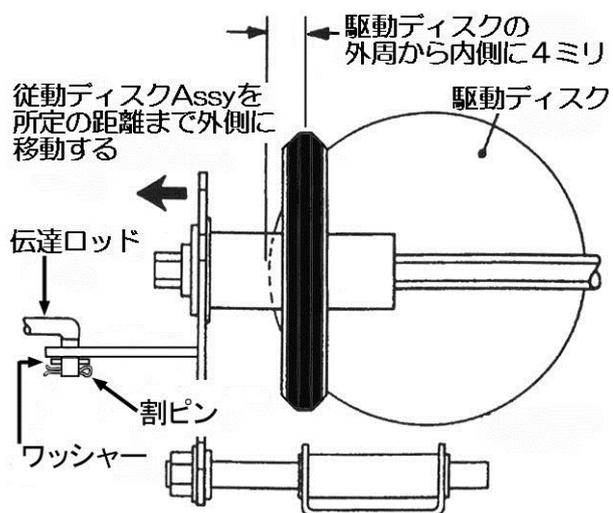
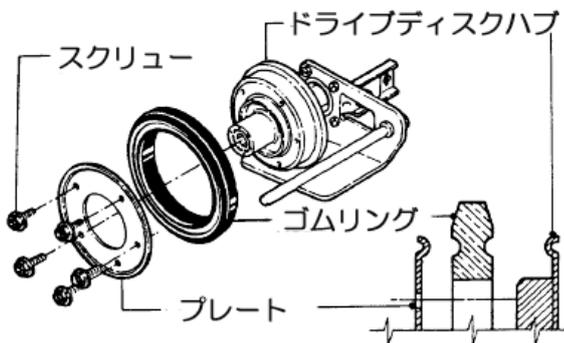

図6-9
図6-12A
4. 従動ディスクを駆動ディスクの端から3~4ミリの位置にセットします。(図6-9)
8. 変速レバーをいったん低速に入れてから高速に戻します。従動ディスクと駆動ディスクの端の距離(3~4ミ)が狂っていないか確認します。(図6-9)
④ 従動ディスクラバーの交換
3. 駆動ディスクとゴムのリングを固定する5本のスクリューとプレートを外します。(図6-12A)
⑤ 従動ディスクのベアリングの交換
1. 伝達ロッドからピンとワッシャを取り外し、ドライブディスク Assy の穴から伝達ロッドを取り外します。(図6-9)